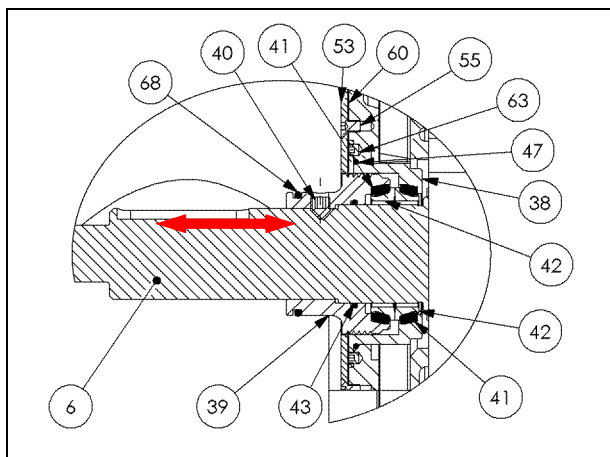

Fig. 16-18. Montaggio tenute meccaniche (fase 1).
1. Inserire nelle flange (P. 38) n°2 anelli tenuta meccanica (P. 42) completo di OR (P. 41), facendo pressione in modo uniforme, lubrificando gli OR, **NO gli anelli tenuta meccanica** (Fig. 16-18);
2. Montare (Fig. 16-18) n°2 O-ring (P. 47), lubrificare OR, sulle due flange step 1 e n°4 grani (P. 63) con chiave a brugola da 3mm;
3. Infilare le flange di sopra sulle sedi presenti nel corpo pompa in corrispondenza delle nicchie anti-rotazione in cui si infilano i grani (P. 63) presenti nelle flange (Fig. 16-18);
4. Assemblare la guarnizione in carta (P. 60) e la piastra antiusura (P. 53) (Fig. 16-18);
8. Inserire nelle boccole step 7 gli anelli tenuta meccanica (P. 42) completi di O-ring (P. 41), facendo pressione in modo uniforme, lubrificando gli OR, **NO gli anelli tenuta meccanica** (Fig. 16-18);
9. Montare le boccole step 8 con avvitati n°3 grani (P. 40), usando chiave a brugola da 4mm sugli alberi (P. 6-7). **Att.: nel calettare le boccole allineare il foro col grano con la sede della linguetta sull'albero (Fig. 16-18).**